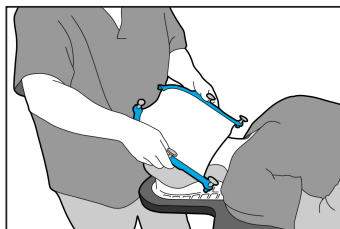

Fig. 2
4. Începeți prin a agăța marginea măștii din material termoplastic sub bărbia pacientului, cu materialul termoplastic înclinat la un unghi de 45° în raport cu fața pacientului (Fig. 2).